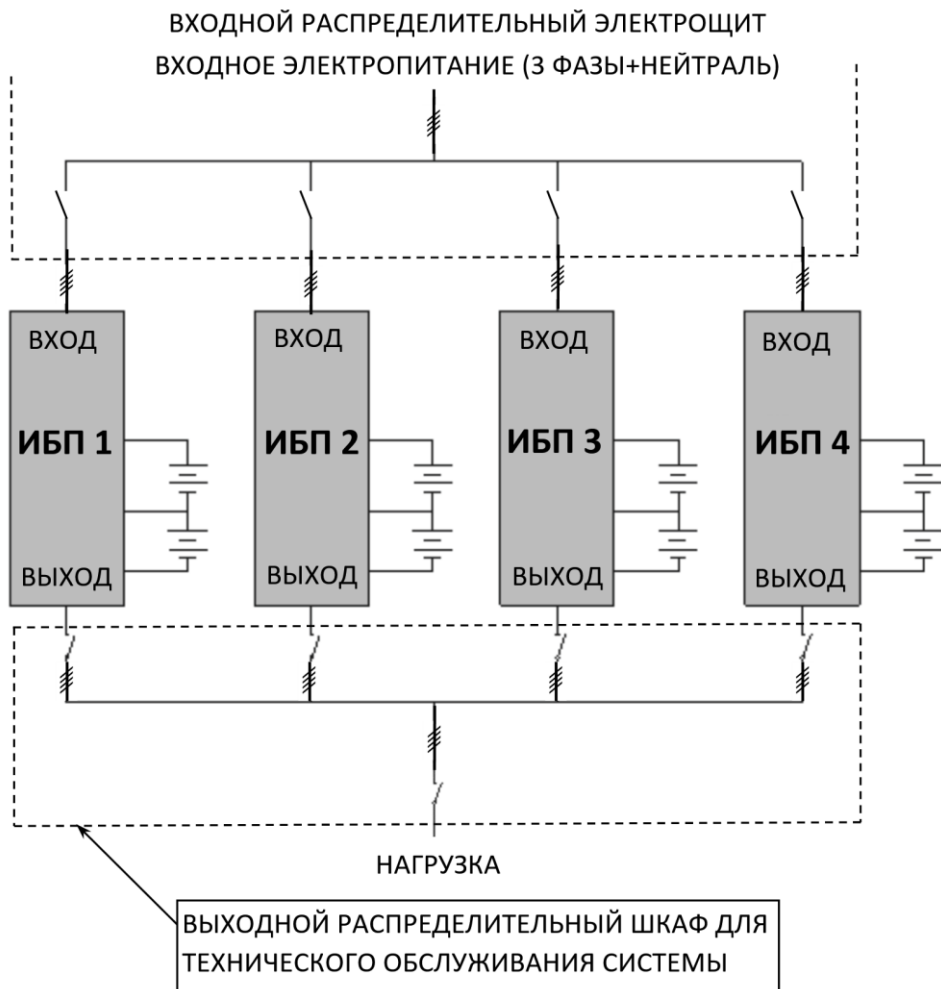
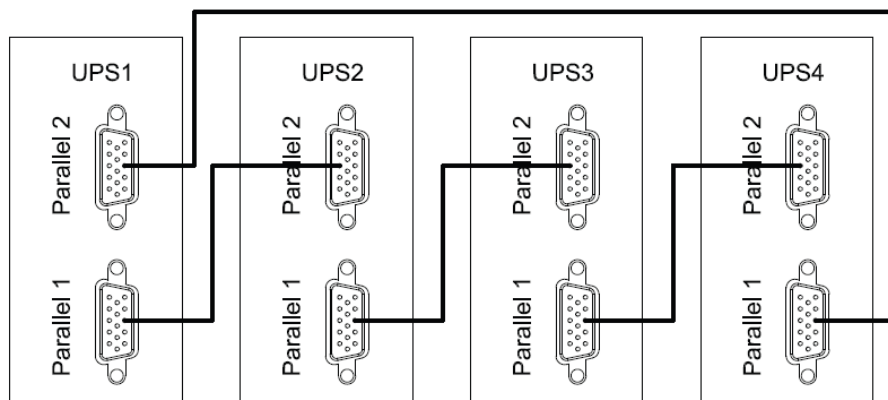

Рисунок 24 — Пример схемы подключения четырех изделий в систему параллельного резервирования с выходным распределительным шкафом.
Рисунок 25 — Схема соединения изделий в «кольцо» через параллельные порты.
Изделие имеет встроенный параллельный контроллер и может работать в системе бесперебойного питания с параллельным резервированием (см. рисунок 24 и рисунок 25). Целью такой системы является либо повышение надежности (резервирование), либо увеличение общей выходной мощности (масштабирование).
ВНИМАНИЕ! Установите дополнительные внешние выходные выключатели (см. рисунок 24) между выходными клеммами каждого изделия и общими шинами, тщательно соблюдая фазировку.
- отключите входное сетевое питания каждого изделия, убедитесь в том, что все внешние выключатели разомкнуты (см. рисунок 24);